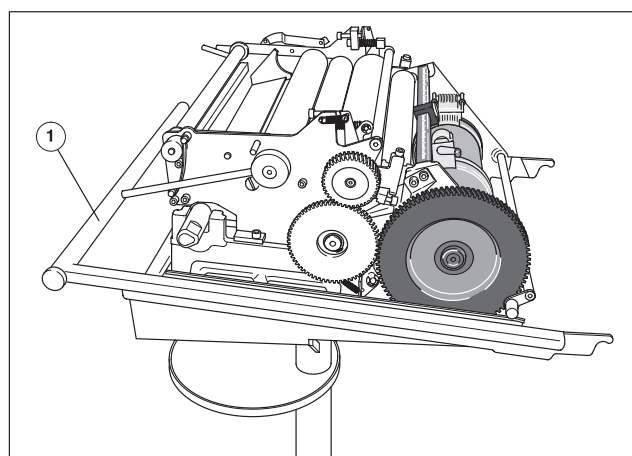

Рис. 56 Выдвижная тележка
- 8 Выдвижную тележку с нумератором отсоединить от машины, нажав на рукоятку (Рис. 56/①).